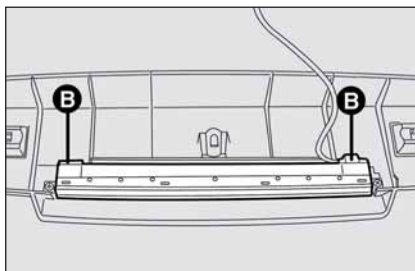

fig. 34
- ☐ presione las lengüetas de fijación **B**-fig. 34 y retire el portalámpara;
- ☐ vuelva a montar el portalámpara en el grupo asegurándose que las lengüetas de fijación **B**-fig. 34 hayan quedado bloqueadas correctamente.